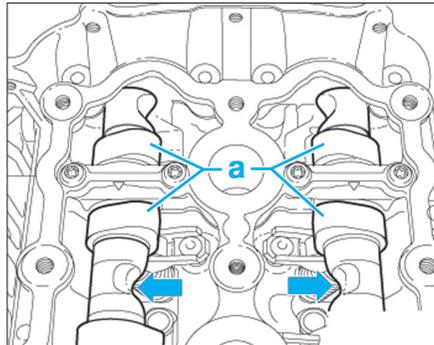

Fig. 56
- Les évidements (a) existant dans les arbres à cames doivent rester placés les uns en face des autres (Fig.56).
- Contrôler que les évidements des arbres à cames soient bien les uns en face des autres (Fig.56)